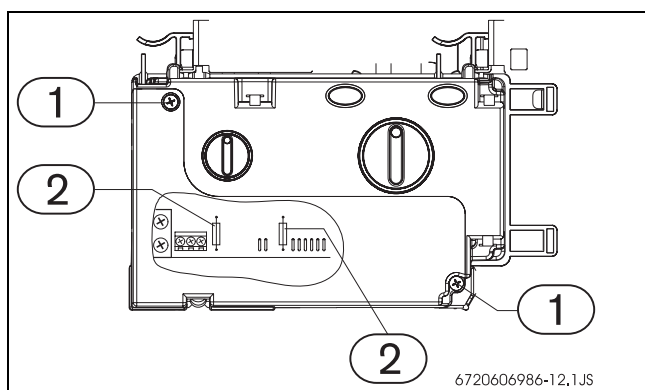

Fig. 20 Quadro comandi
- Rimuovere le viti dello sportellino, presso il quadro comandi (→Fig. 20, pos. 1).
- Sostituire il/i fusibile/i (→Fig. 20, pos. 2).